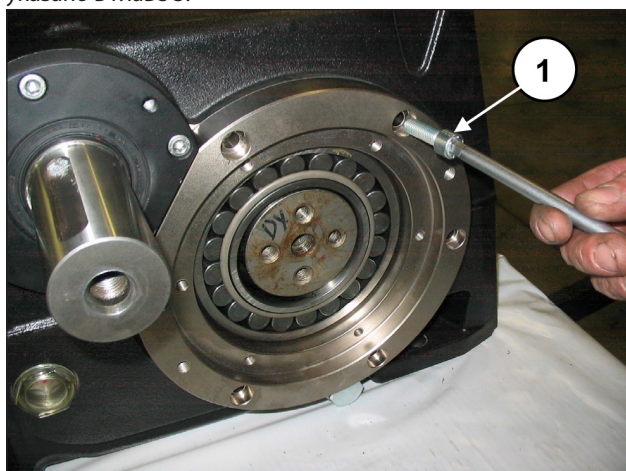

Рис. 74
Прикрутите крышки-держатели подшипников 6+6 винтами М10х30 (поз. ①, Рис. 74). Откалибруйте винты динамометрическим ключом, как указано в главе 3.